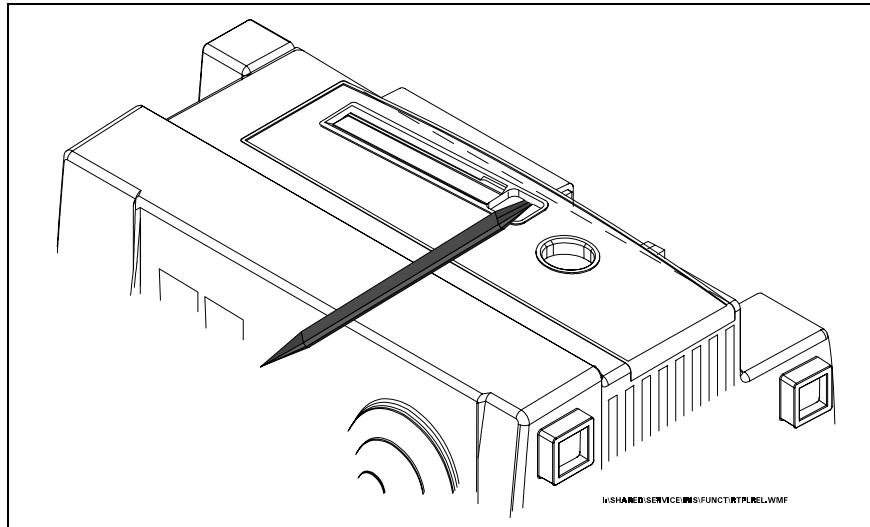

Abbildung 3-3 Ausbau der rechten Seitenplatte
- 5) Führen Sie das Werkzeug zur Entfernung der Seitenplatte vorsichtig in einem flachen Winkel, wie in Abbildung 3-3 dargestellt, in die Öffnung der Auswurftaste ein und hebeln Sie die Platte an der Seite mit dem Werkzeug ungefähr 1/8" (3mm) heraus. **Richten Sie das Werkzeug nicht in Richtung des Einschubfachs.**